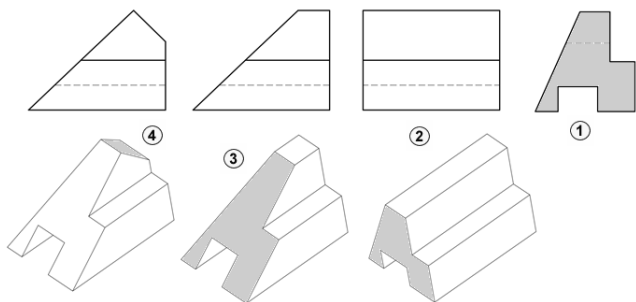

图 3-16 用左视图作为基本特征
若用左视图轮廓作为最基本的特征（如图 3-16 中①所示），得到的左视图如图 3-16 中②所示。与题目对比后可知还需要在左方用平面切除一个三棱柱（如图 3-16 中③所示），后上方用平面切除一个三棱柱（如图 3-16 中④所示），才能得到所要的结果。由此可见，这种方法步骤较少，下面的建模步骤用此方法。